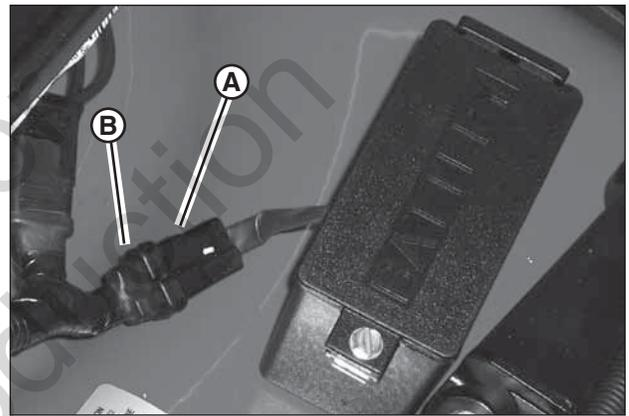

Figure 14: Chargement de la batterie
1. Brancher le chargeur de batterie au connecteur de batterie (A, Figure 14), et brancher le chargeur dans une prise de 120 volts pendant 24 heures. (des périodes de chargement plus longues n'endommagent pas la batterie).
2. Retirer le chargeur du connecteur de batterie, et brancher le connecteur de batterie au connecteur de faisceau de câbles du moteur (B).